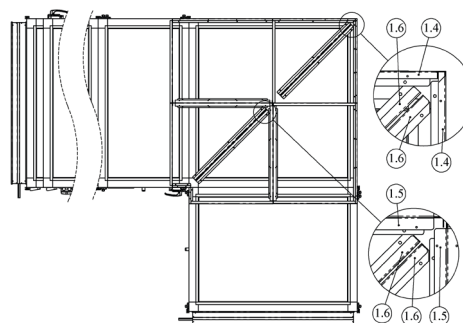

Abb. 6.2
2. Platzieren Sie die Diagonalstützen 1.6 an den Ecken und befestigen Sie sie mit dem selbstschneidenden Schrauben DIN 7504K 4,8 x 19 (siehe Abbildung 6.2).